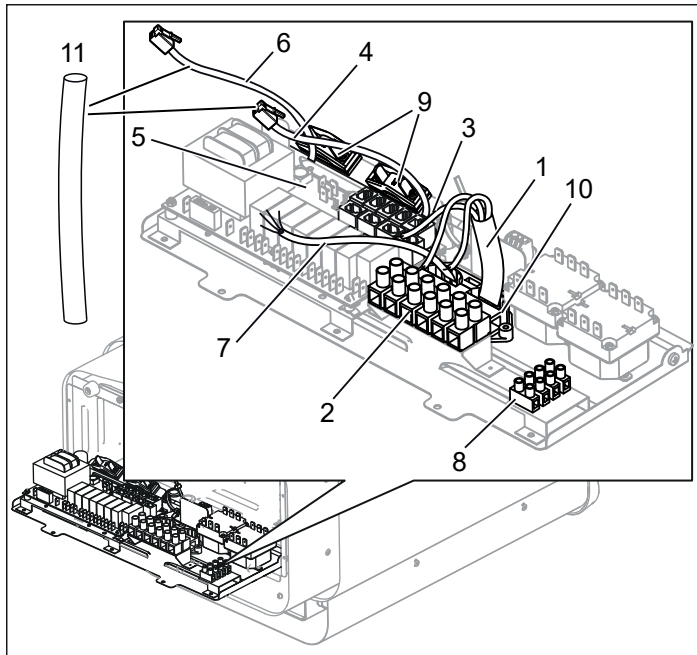
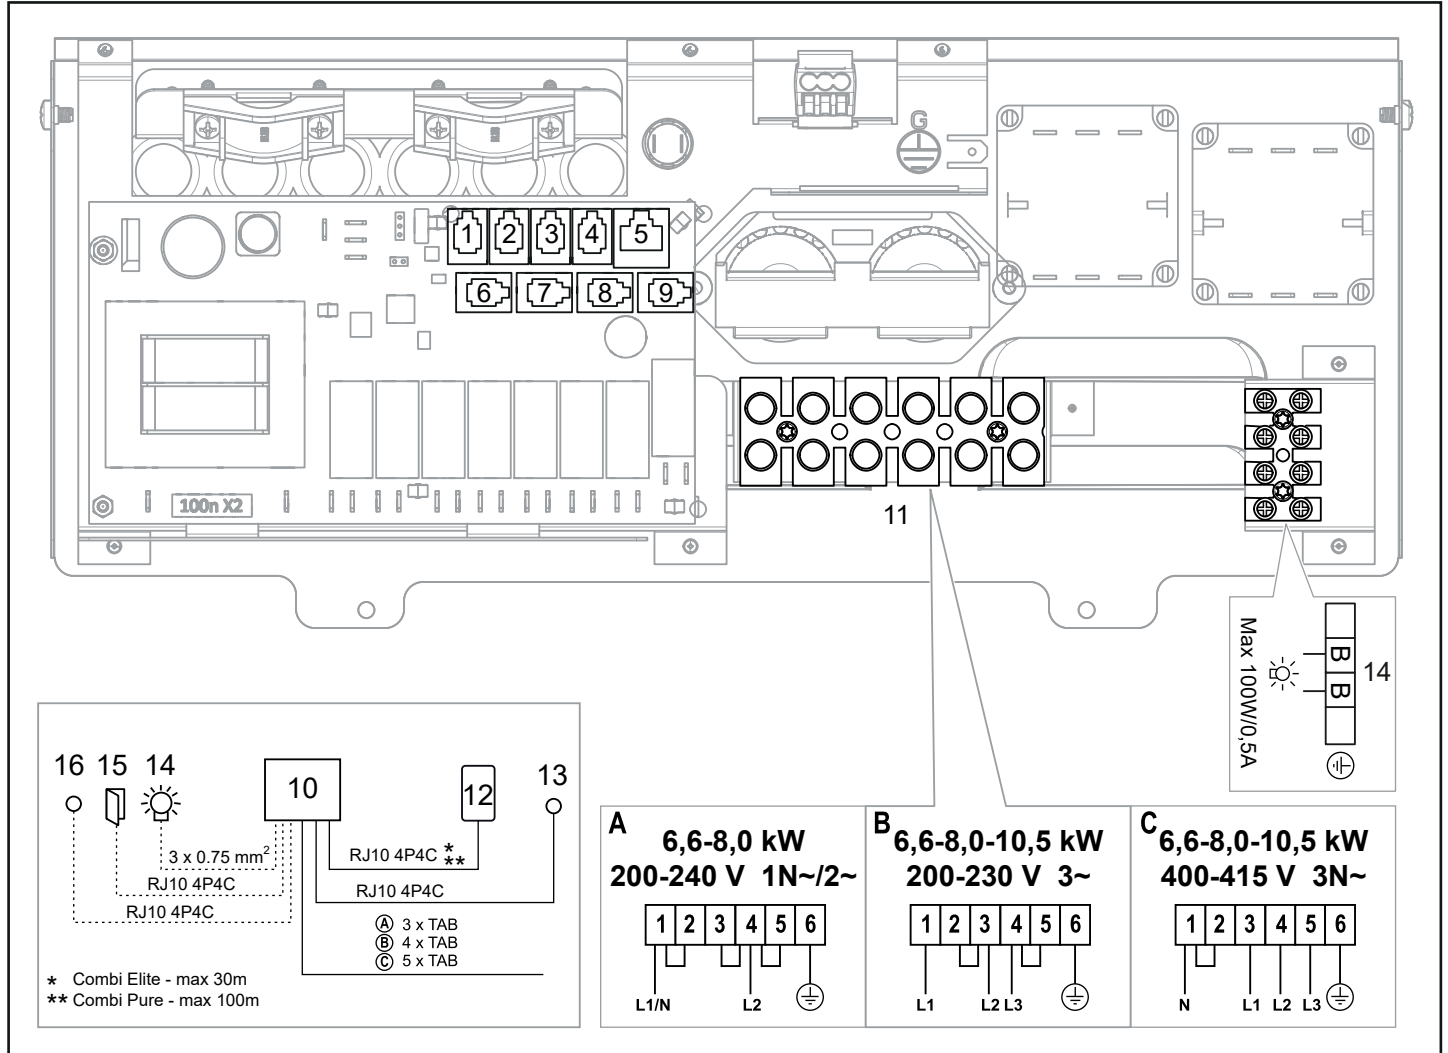

Fig 10: Kretskortet
Fig 17: Kopplingsschema
4. Anslut elkabeln (1) i plint (2) (se Fig 10) enligt kopplingsschema (se Avsnittet Anslutning/kopplingsschema, sidan 7).
5. Dra kablar för manöverpanel och temperatursensor genom kabelgenomföringarna (3). Anslut manöverpanelens kabel (4) i en av de fyra RS485-kontakterna (position 6-9) (5) (se Fig 10) enligt kopplingsschema (se Avsnittet Anslutning/kopplingsschema, sidan 7).
6. **Combi Pure:** Anslut sensorns kabel (6) till NTC-kontakten på kretskortet (position 1) (5) enligt kopplingsschema (se Avsnittet Anslutning/kopplingsschema, sidan 7).
**Combi Elite:** Anslut fukt- och tempsensorns kabel (6) i en av de fyra RS485-kontakterna (position 6-9) (5) enligt kopplingsschema (se Avsnittet Anslutning/kopplingsschema, sidan 7).
7. Anslut eventuell kabel till belysning (7) se Fig 10, till plint (8) enligt kopplingsschema Fig 17, sidan 7.
Vid inkoppling till spänningar eller fas-tal, som inte anges i kopplingschema Fig 17, kontakta Tylö kundservice.